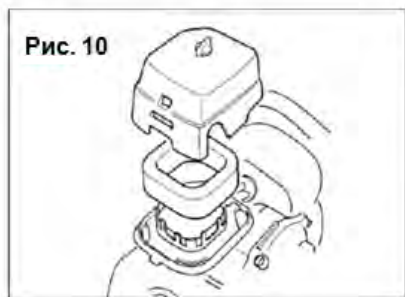

Рис. 10
1. Воздушный фильтр необходимо проверять после каждых 50 часов работы или более часто, если он используется в среде с большим количеством пыли, при необходимости фильтр очищают в мыльном растворе. Перед установкой полностью высушите фильтр (Рис.10).